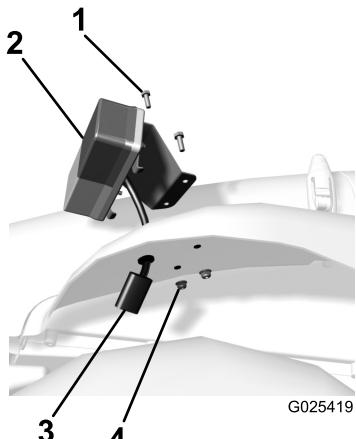

Figure 6
- Montez le clignotant gauche sur l'aile gauche dans les trous percés précédemment (Figure 6).